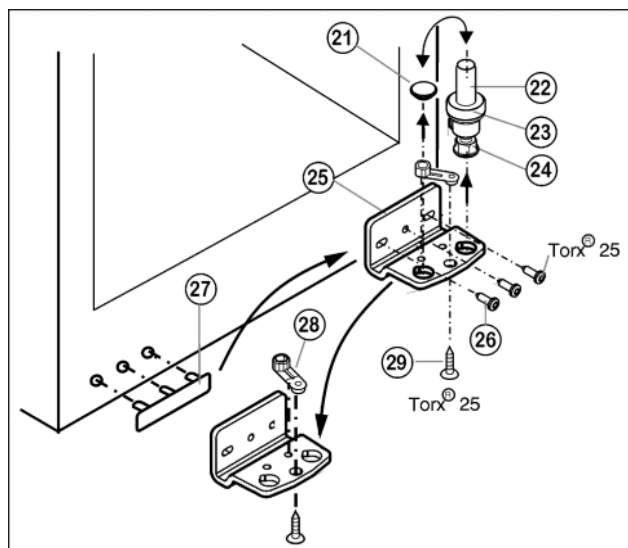

Fig. 5
- ▶ Lagerbout Fig. 5 (22) compleet met schijfje Fig. 5 (23) en stelvoetje Fig. 5 (24) naar boven eruit trekken.
- ▶ Stop Fig. 5 (21) eraf halen.
- ▶ Lagerbus Fig. 5 (25) losschroeven Fig. 5 (26).
- ▶ Lagerdeel Fig. 5 (28) losschroeven Fig. 5 (29) en in het tegenoverliggende opnamegat van de lagerbus omzetten en weer vastschroeven.
- ▶ Afdekking aan de greepzijde Fig. 5 (27) voorzichtig optillen en op de tegenoverliggende zijde plaatsen.
- ▶ Lagerbus Fig. 5 (25) aan de nieuwe scharnierzijde evt. met behulp van een accuschroevendraaier weer **goed (met 4 Nm)** vastschroeven.
- ▶ Stop Fig. 5 (21) weer in het andere gat plaatsen.
- ▶ Lagerbout Fig. 5 (22) compleet met schijfje en stelvoetje weer aanbrengen. Er daarbij op letten, dat de sluitnok naar achter wijst.
- ▶ Til de stop (33) uit de deurlagerbus en plaats hem om.
- ▶ Deurgreep (32), stoppen (33) en drukplaatjes* (34) verwijderen en aan de andere kant aanbrengen.
- ▶ Plaats de deur van boven op de lagerbout beneden *Fig. 5 (22)*.
- ▶ Plaats de bovenste lagerbus (12) aan de nieuwe scharnierkant in de deur.
- ▶ Bovenste lagerbus (12) **goed (met 4 Nm)** vastschroeven (2 maal Torx® 25) (13). Steek de schroefgaten indien nodig voor of gebruik de accuschroevendraaier.
- ▶ Afdekking (10) en afdekking (11) elk op de tegenoverliggende zijde vastklikken.
- ▶ De deur eventueel via de beide langsgaten in de lagerbus onder *Fig. 5 (25)* ten opzichte van de kast uitlijnen. Daartoe middelste schroef uitdraaien.